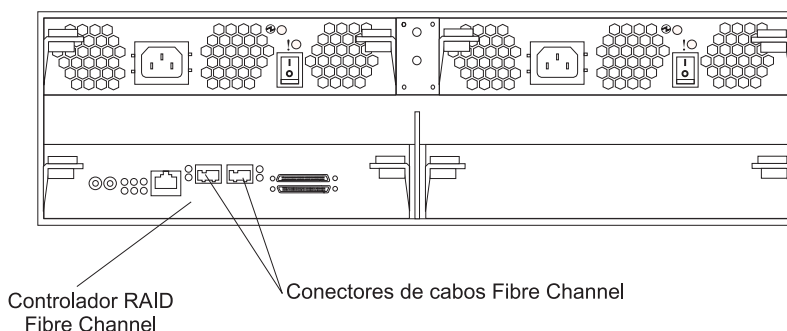

Figura 23. Conectores de cabos do sistema host
2. Conecte os cabos do sistema host ao controlador RAID ou aos comutadores. A Figura 23 mostra o local nos controladores RAID onde os cabos do sistema host são conectados.